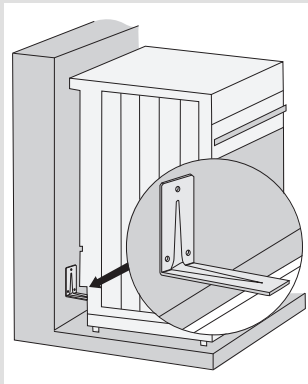

рис. 1
- Акуратно підніміть кріплення на правій і лівій стороні дверцят (позначка 1 на кріпленнях) та потягніть їх від скла (позначка 2 на кріпленнях) (див. Рис. 1)
- Розмістіть короткий кінець куточка відповідно до позначки на стіні. Довший кінець кронштейна повинен торкатися верхньої поверхні профілю в задній частині приладу (рис. 1).